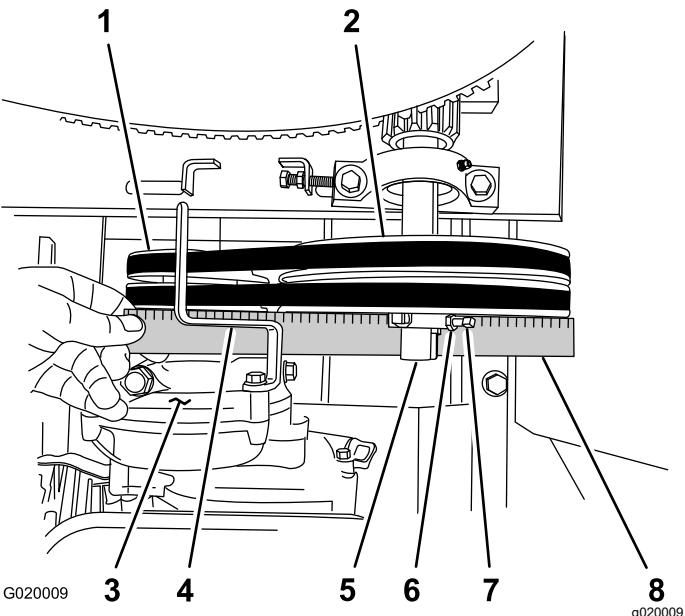

Figura 66
- E. Si es necesario, gire el motor sobre la chapa del motor hasta que la polea del motor y la polea tensora estén alineadas con la regla (Figura 66).